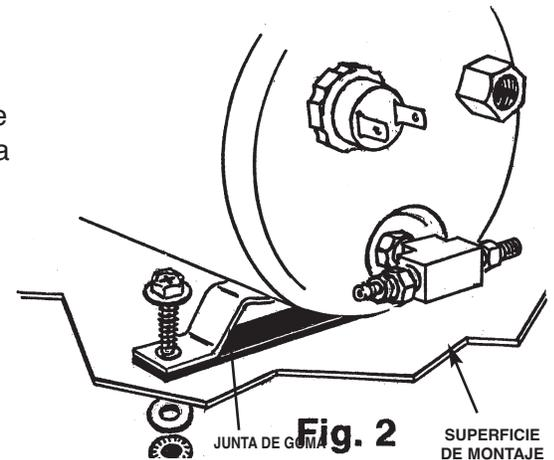

Fig. 2
INSTALACIÓN DEL TANQUE (Fig 2)
4. Usando los soportes de montaje como patrón. Marque la ubicación de los agujeros y taladre a 5,84 mm (15/64") de tamaño. Asegure el tanque con los artículos de ferretería proveídos usando la junta de goma para prevenir ruido de vibración. (Fig.2.)